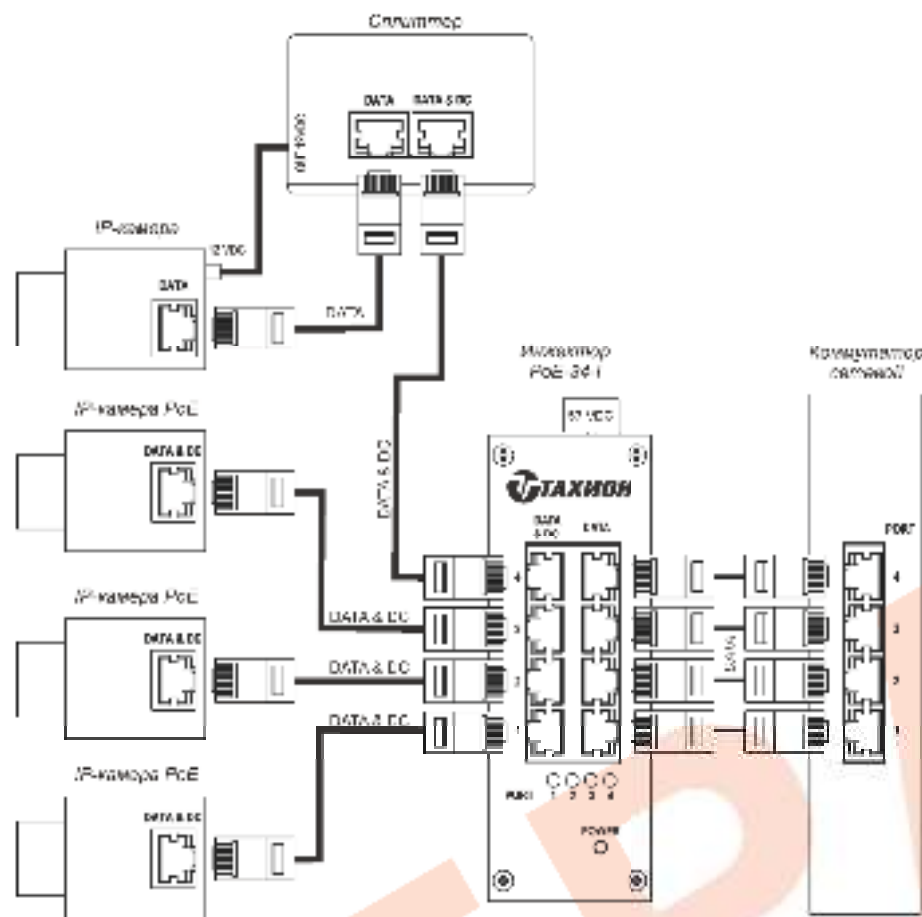

Рис.2 Пример подключения инжектора PoE-34-I
1. Подключите к разъемам «Data» портов инжектора PoE-34-I 4-х парным сетевым кабелем UTP категории не хуже 5е порты коммутатора (switch) без встроенной функции PoE (см. рис.2).